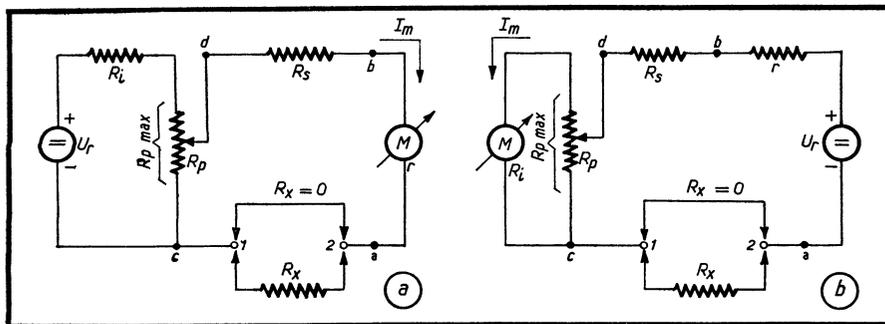
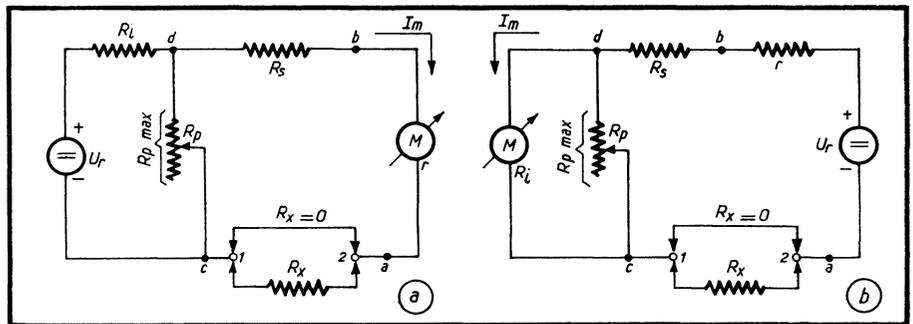
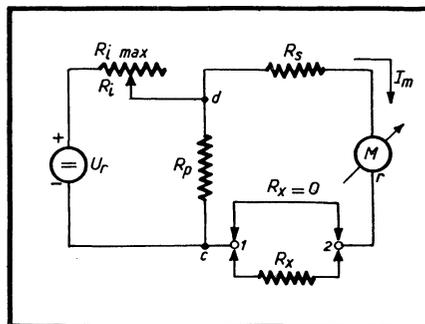

Fig. 4. — Schéma d'un ohmmètre à tension d'alimentation ajustable : schéma de principe (a) ; schéma équivalent (b).
Fig. 6. — Un autre schéma d'un ohmmètre à tension d'alimentation ajustable : schéma de principe (a) ; schéma équivalent (b).
Fig. 7. — Encore une variante d'ohmmètre à tension d'alimentation ajustable.
Dans le schéma de la figure 4 a, la résistance R_p du diviseur de tension shuntant la source d'alimentation est réalisée sous forme d'un potentiomètre, ce qui permet de modifier d'une façon progressive la tension empruntée à ce diviseur. Supposons que lors de l'utilisation de l'ohmmètre la tension U_r délivrée par le redresseur subit des variations, consécutives aux variations de la tension du secteur, entre deux valeurs extrêmes U_{max} et U_{min} . Il est nécessaire, cependant, que la tension minimum admissible du redresseur soit supérieure à la tension d'alimentation adoptée dans les calculs, soit $U = I_m R_e$, c'est-à-dire on doit avoir $U_{min} > U$. Si la tension d'alimentation (redressée) U_r est égale à U_{min} , le curseur du potentiomètre doit se trouver à l'extrémité supérieure de ce dernier (sur le dessin, bien entendu), auquel cas nous avons $R_{pmax} = R_p$. Si la tension redressée U_r est supérieure à U_{min} , on diminue la tension
La résistance d'entrée R_e du schéma de la figure 4 a nous est donnée par la relation
Le fonctionnement du schéma de la figure 4 a reste le même si nous intervertissons la source d'alimentation et l'appareil de mesure, en laissant sans changement la résistance des différents circuits, c'est-à-dire en considérant que R_1 représente la résistance propre de l'appareil de mesure, et r celle de la source d'alimentation, comme le montre le schéma de la figure 4 b. Il est facile de démontrer l'équivalence des schémas des figures 4 a et 4 b, en écrivant l'expression du courant traversant l'appareil, de mesure, courant qui est le même pour les deux schémas et qui nous est donné par l'expression
Il en résulte que par ses caractéristiques le schéma de la figure 4 a est équivalent au schéma d'un ohmmètre avec remise à zéro dite différentielle, suivant le schéma de la figure 6 (« Radio-Constructeur » n° 122). De cette façon, le calcul d'un tel ohmmètre peut se faire à l'aide des formules (19) à (27), en y remplaçant r par R_1 et R_s par $R_s + r$.
En calculant convenablement le schéma de l'ohmmètre de la figure 4 a nous pouvons obtenir un régime de fonctionnement optimum pour lequel la résistance d'entrée de l'ohmmètre sera la même aussi bien pour la tension U_{max} que pour la tension U_{min} à la sortie du redresseur. Ce régime optimum peut être obtenu si l'on choisit, pour le calcul, la tension d'alimentation U_{opt} telle que
Un ohmmètre à réglage du « zéro » par variation de la tension d'alimentation peut être également réalisé suivant le schéma de la figure 6 a. Ici le tarage se fait à l'aide d'un rhéostat R_p , connecté en parallèle sur la source d'alimentation, ce qui permet de commander la chute de tension aux bornes de chaque résistance, R_1 et R_p du diviseur.
On remarquera que par ses caractéristiques le schéma de la figure 6 a est identique à celui de l'ohmmètre à remise à zéro « parallèle », tel qu'il a été représenté dans la figure 5 du n° 122 de « Radio-Constructeur », ce qui est, d'ailleurs, nettement visible sur le schéma équivalent de la figure 6 b. Il est dès lors possible de calculer ce schéma à l'aide des formules 7 à 18 que l'on trouvera dans le même numéro de notre revue, en tenant cependant compte des remarques que nous avons faites plus haut à propos du schéma de la figure 4 a. On notera que le schéma de la figure 6 donne de moins bons résultats, en tant que précision des mesures, que le schéma de la figure 4.
Le schéma de la figure 7 représente une
variante possible, où le tarage du zéro se fait en modifiant la résistance interne R_1 de la source, ce que l'on réalise en introduisant une résistance variable en série avec le circuit d'alimentation. En tant que précision des mesures ce schéma est à peu près équivalent à celui de la figure 6 a.
Pour étendre les possibilités de mesure de l'ohmmètre de la figure 6 a on y introduit un diviseur de tension en parallèle sur R_p , tandis que s'il s'agit du schéma de la figure 7, ce diviseur de tension se met à la place de R_p .